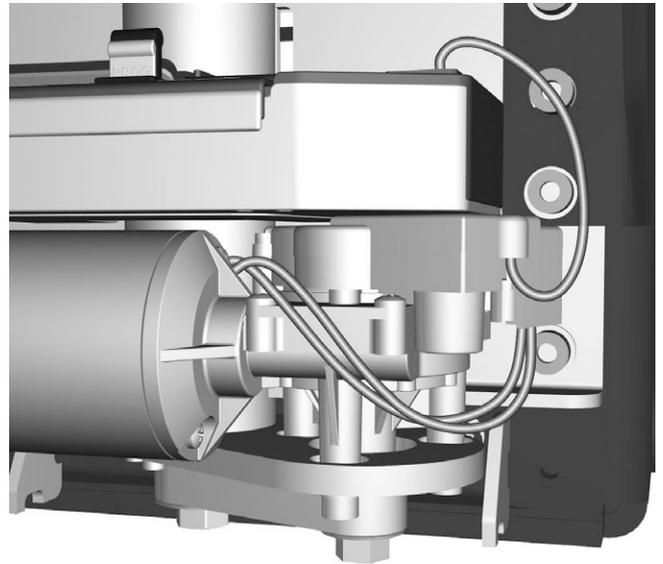

Abbildung 97. Motorkabel an ICS-Master Modul anschließen.
4. Motorkabel an ICS-Master Modul anschließen. Siehe Abbildung. 97